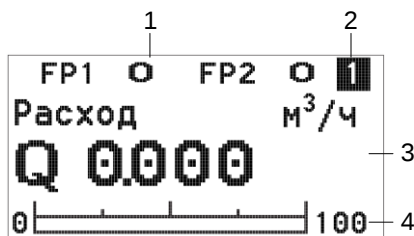

Рисунок 2.9 – Индикатор ЭЛЕМЕР-РЭМ-2 с ВПР-03МВ
2.4.2.2 Информация, возникающая в процессе работы ЭЛЕМЕР-РЭМ-2 с ВПР-03МВ, отображается на многофункциональном индикаторе (далее – индикатор) (рисунок 2.9).